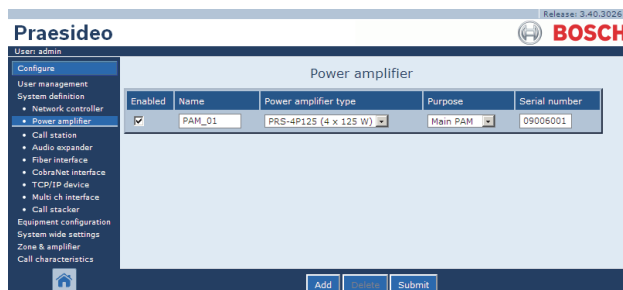

figure 43.11 : Suppression d'un amplificateur de puissance, étape 5
- Cliquez sur le bouton **OK** pour confirmer le message contextuel. Un écran semblable à celui de la figure 43.11 s'affiche dans le cadre principal de l'interface